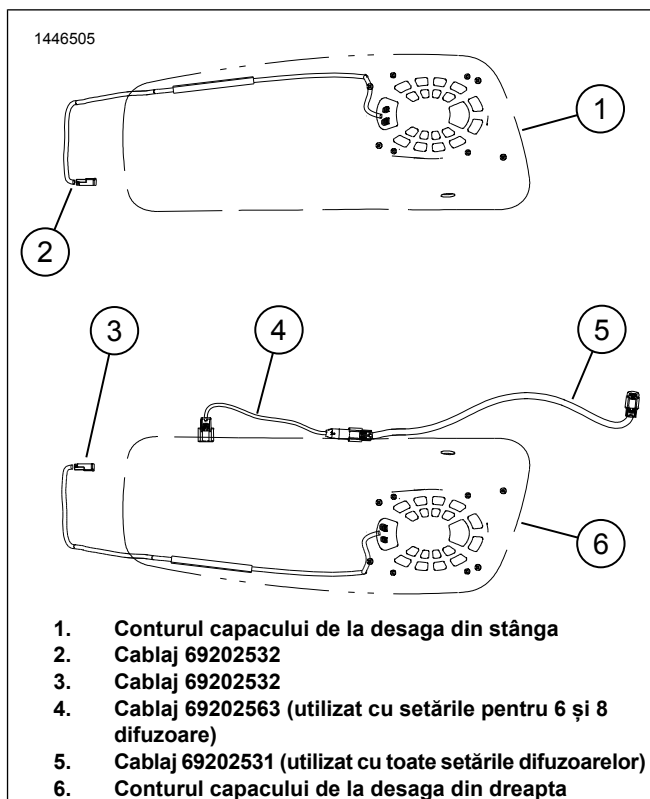
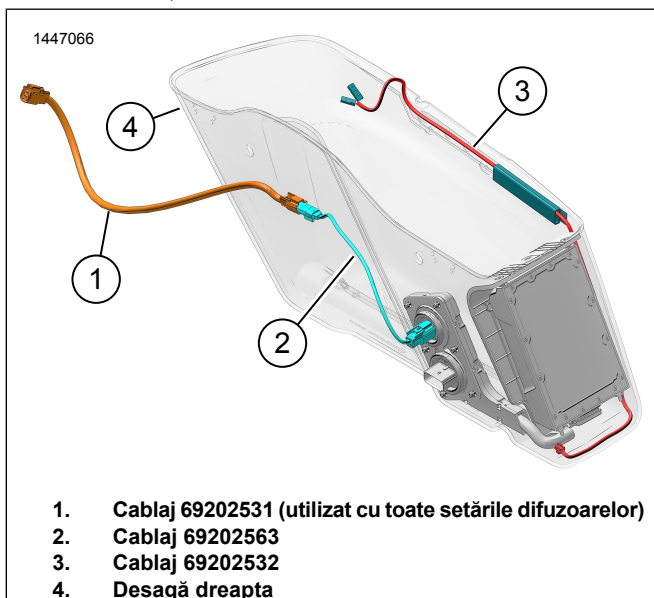

Figura 6. Configurarea și dirijarea cablajului
Figura 9. Direcționarea cablajului pentru desaga din dreapta (cu amplificator)
- a. Figura 6 Localizați cablajul 69202532 (2).
- a. Figura 6 Localizați cablajul 69202532 (3).
4. Figura 9 Montați cablajul difuzorului din dreapta.
- a. Dirijați cablajul (3) după cum este prezentat.
5. Figura 6 Localizați cablajul 69202563 (4) și 69202531 (5).
6. Figura 9 Conectați împreună cablajele 69202531 (1.) și 69202563 (2).
- a. Conectați capătul cu 4 căi de la 69202531 (1) la conectorul cablajului de amplificator primar [351A] sub capacul din partea dreaptă.
7. Conectați cablajul 69202563 (2) la desagă.